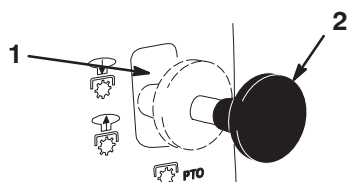

Bild 5
2. Stellen Sie den Zapfwellenantrieb auf „Ein“ (Bild 5).
2. Stellen Sie den Zapfwellenantrieb (ZWA) auf „Aus“ (Bild 5).
3. Stellen Sie den Zapfwellenantrieb (ZWA) auf **Aus** (Bild 5).